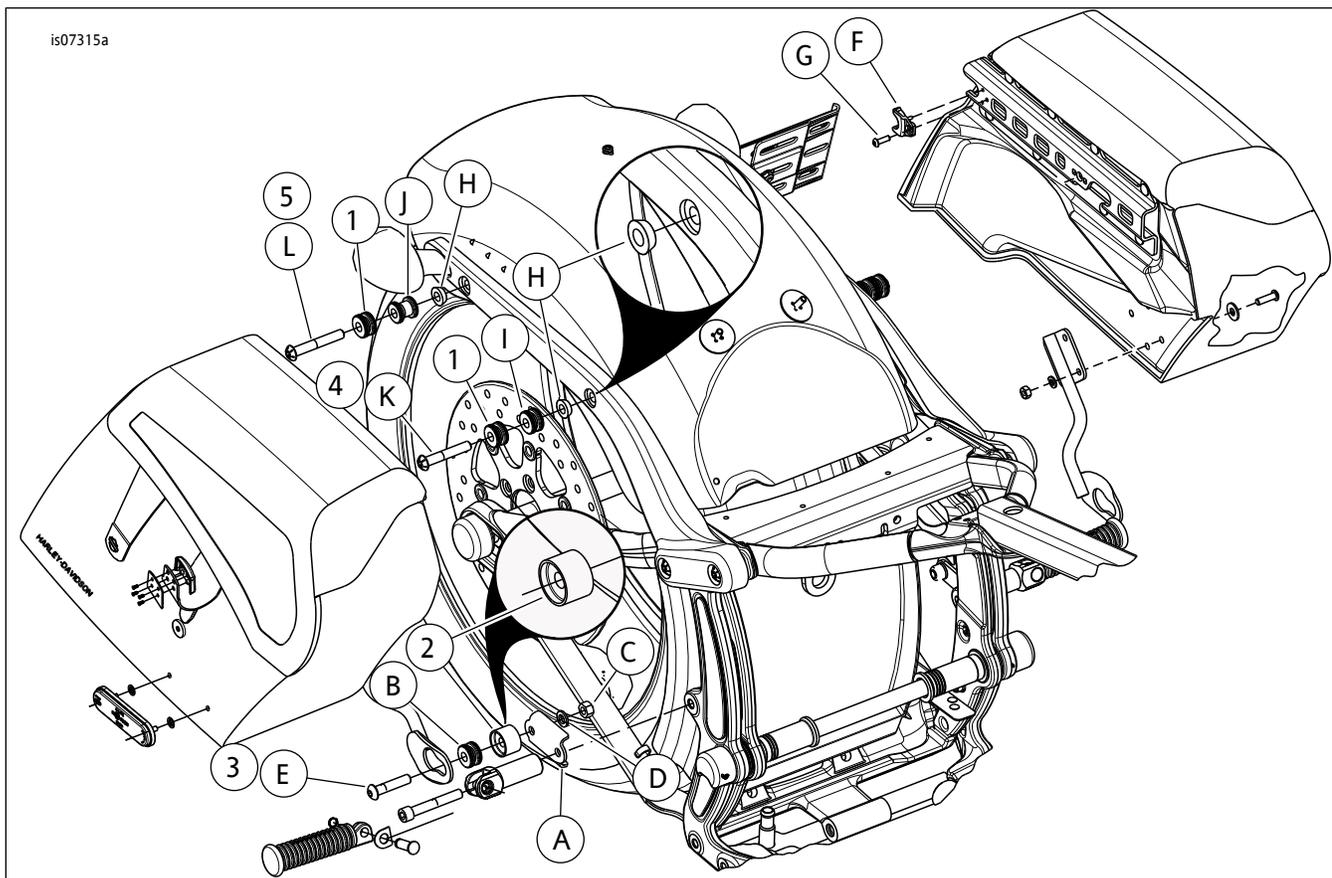

图1. 维修零件：可拆卸式边箱对接点套件(零件编号52300243)
参见图1和表1。
2. 参见图1。拆下螺丝(K和L)、对接点(J和I)和锥形对接隔块(H)。记录对接点的位置和锥形隔块的朝向。
1. 参见图1。将螺丝(K和L)更换为此套件中的螺丝(4和5)。
1. 参见图1。将螺丝(4)、迷你型对接点(1)、迷你型对接点(I)和锥形隔块(H)安装至前部支柱安装位置。拧紧至28.5-36.6 N·m(21-27 ft-lbs)。